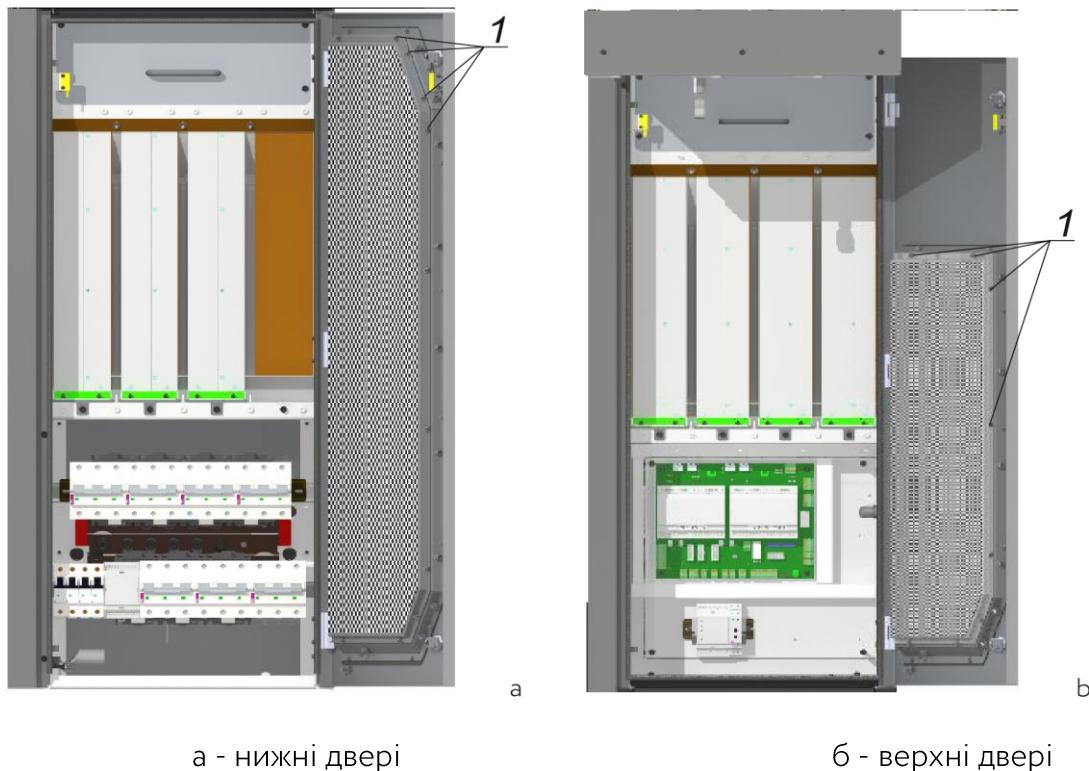

Рисунок 7.1 Розташування фільтрів
2. Відкрутити гайки 1 по периметру запобіжної сітки (Рисунок 7.1а), зняти запобіжну сітку.
7. Повторити кроки з 1 по 6 для дверей 2 (Рисунок 7.1б, Рисунок 7.2б).